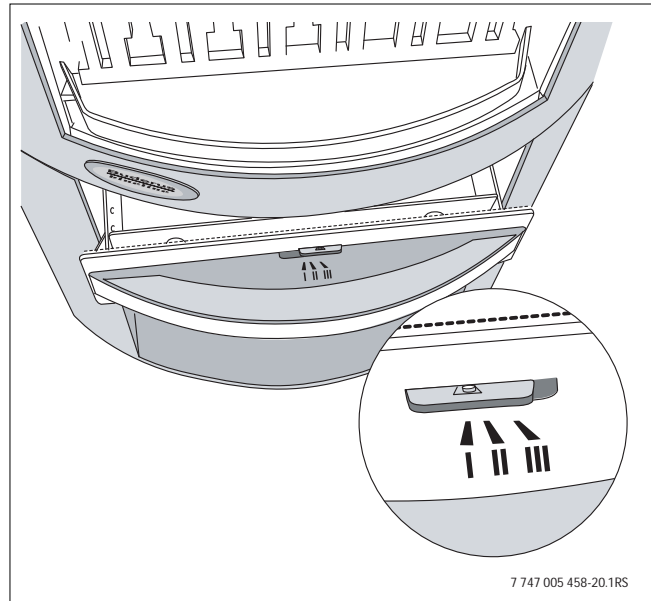

Bild 23 Primärluftschieber
- ▶ Primärluftschieber [2] auf Position "I" stellen (→ Bild 23, Seite 12).
- ▶ Die Primärluftzufuhr ganz öffnen, durch Stellen des Schiebers der Primärluftöffnung auf Position „III“ (Primärluftzufuhr „Auf“) (→ Bild 23, Seite 12).